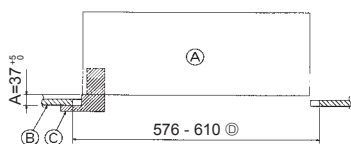

Fig. 5-2
5.2. Подготовка к присоединению решетки (Fig. 5-2)